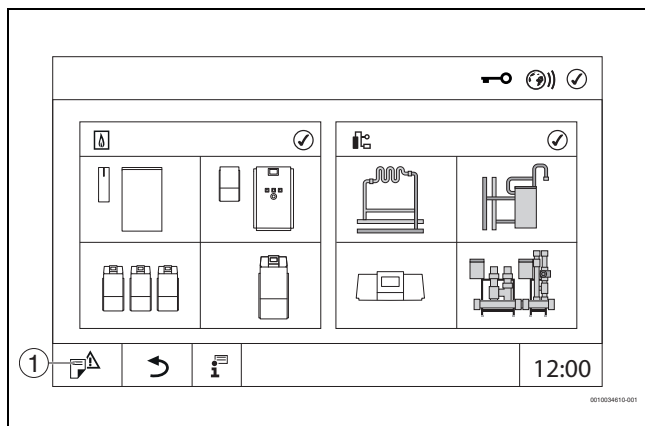

Рис. 17 Вызов сервисное меню (пример)
- ▶ Нажмите символ (→ рис. 17, [1]) и удерживайте его в течение ок. 5 секунд.